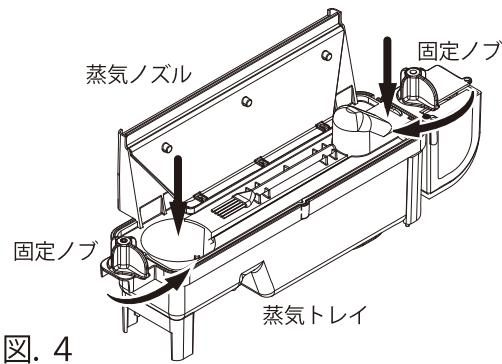

図. 4
- ③ 蒸気発生器を蒸気トレイに取付けた後、蒸気ノズルを蒸気トレイにセットし、本体内部にセットします。左右の固定ノブを内側に90°回し、蒸気ノズルを所定の位置に固定します。(図4)